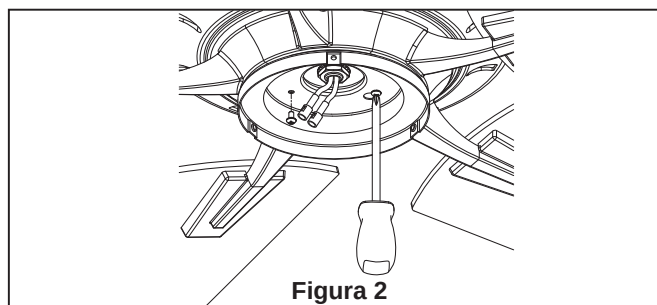

Figura 2
2. Restaure la fuente de alimentación de la toma de corriente enciendo la electricidad del fusible principal. (Figura 2)